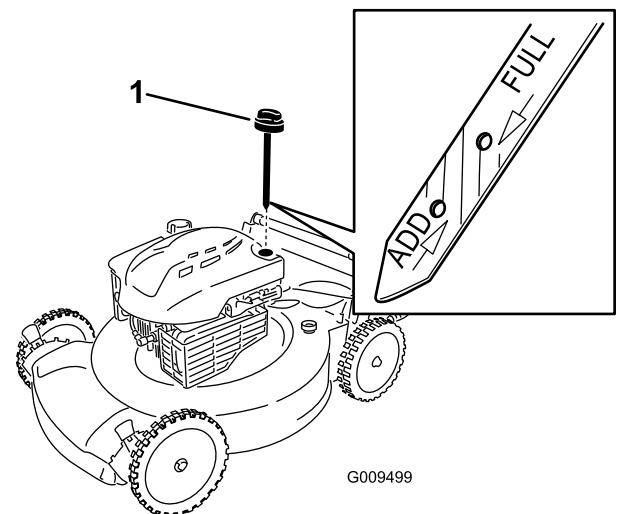

Figura 8
2. Retire la varilla (Figura 8).
**Nota:** Si el nivel de aceite está por debajo de la marca **Añadir** de la varilla, vierta una pequeña cantidad de aceite **lentamente** en el tubo de llenado, espere 3 minutos, y repita los pasos 3 a 5 hasta que el nivel llegue a la marca **Lleno** de la varilla (Figura 8).